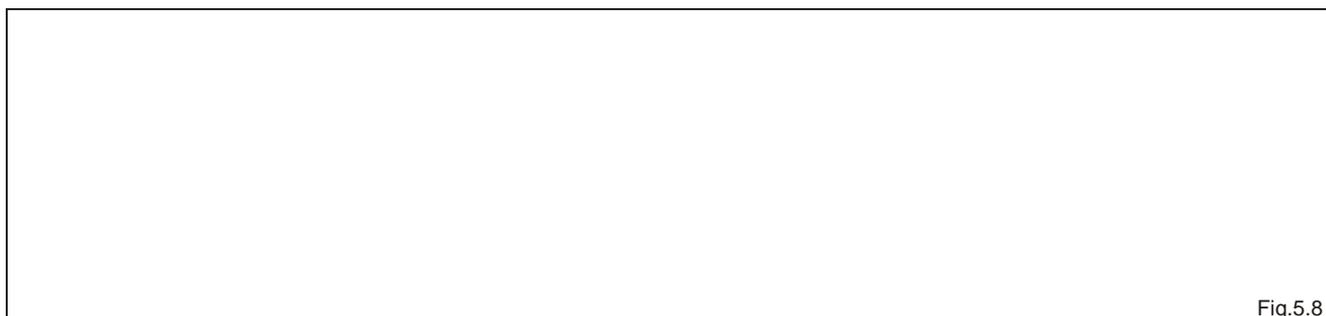

Fig.5.8
- Die Arme der Drillmaschine senken sich und der durch den Kippschalter **A** gewählte Reihenanzeiger öffnet sich (Abb.5.8).